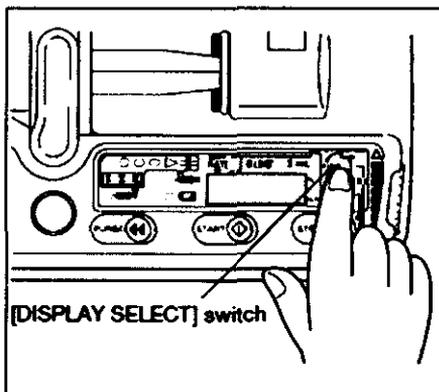

Fig. 17: [DISPLAY SELECT] switch: botón [SELECCIÓN MONITOR]
- 1) Pulse el botón [SELECCIÓN DE PANTALLA] y encienda el indicador [VOLUMEN SUMINISTRADO] (Σml). (Fig. 17)